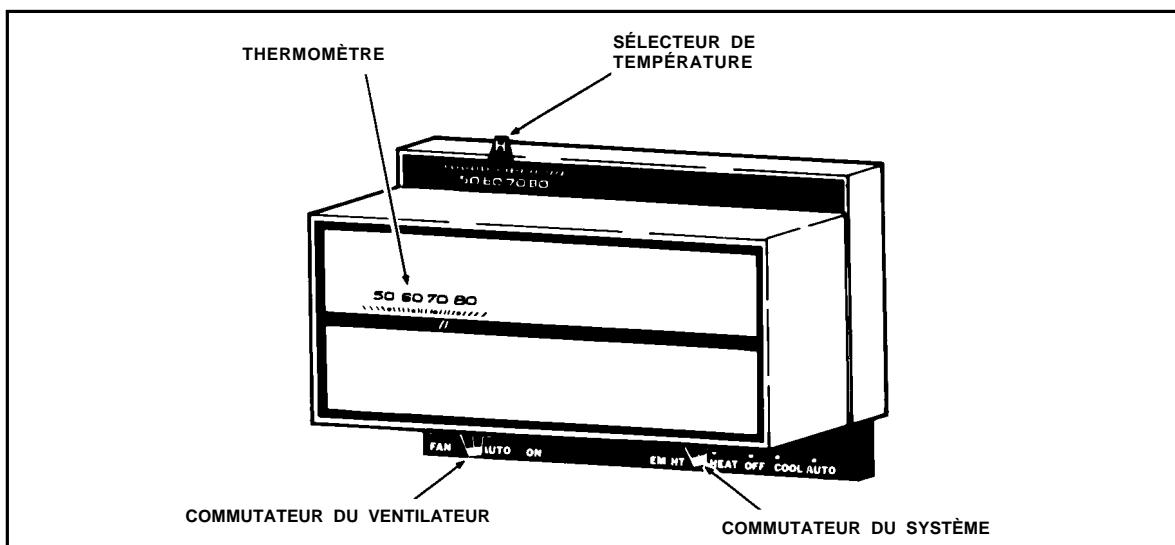

Figure 1. Thermostat typique
1. Régler le commutateur du thermostat sur REFROIDIR (COOL) et le commutateur du ventilateur du thermostat sur AUTO (Figure 1).
1. Régler le commutateur du thermostat sur CHAUFFER (HEAT) et le commutateur du ventilateur du thermostat sur AUTO (Figure 1).
1. Régler le commutateur du thermostat sur AUTO et le commutateur du ventilateur du thermostat sur AUTO (**Figure 1**).
Régler le commutateur du thermostat sur la position d'ARRÊT (OFF) et le commutateur du ventilateur du thermostat sur AUTO (**Figure 1**). Le système ne fonctionnera pas, peu importe les réglages de température du thermostat.
Régler le commutateur du ventilateur du thermostat sur la position MARCHE (ON) (**Figure 1**). Le ventilateur intérieur démarrera immédiatement et continuera de fonctionner jusqu'à ce qu'il soit réglé sur AUTO.